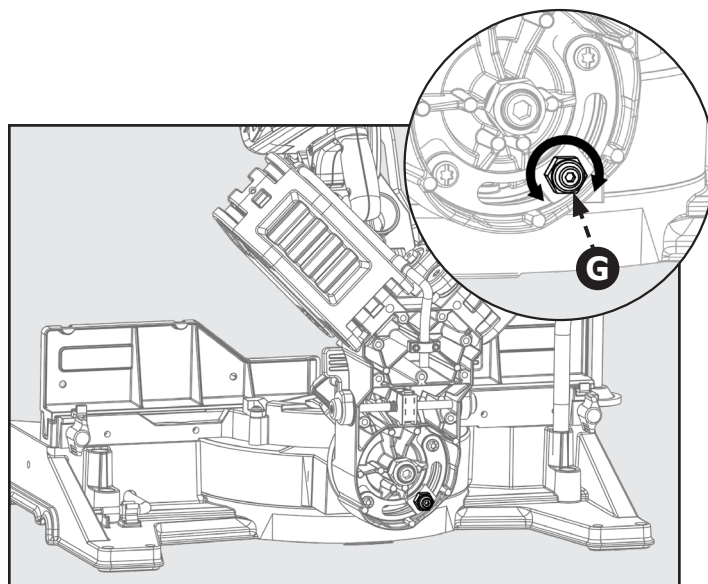

Figure 35
Consulte la Fig. 35 y siga estas instrucciones para ajustar la tensión del bloqueo de bisel: apriete/afloje la tuerca M10 (G) ubicada en la parte posterior de la sierra.